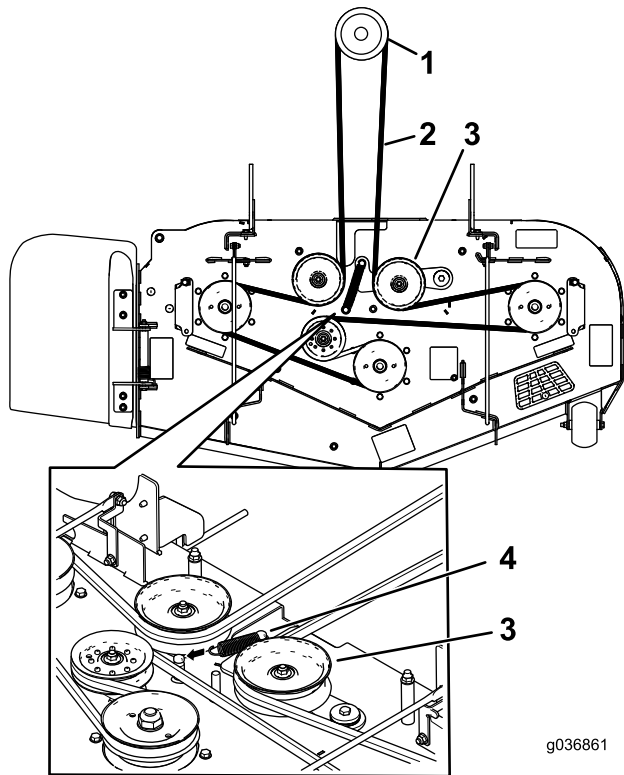

Bild 64
10. Verlegen Sie den neuen Riemen um die Mähwerk- und Bremsspannscheiben unter dem Motor (Bild 64).
11. Setzen Sie die Spannscheibenfeder ein (Bild 64).